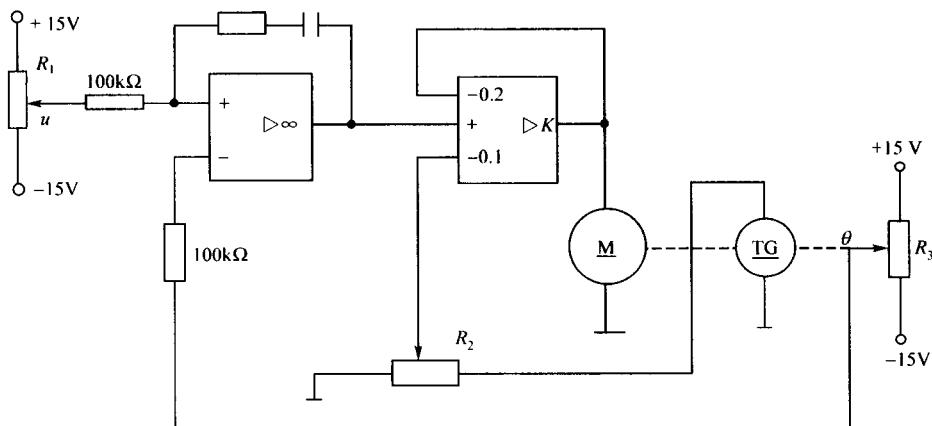

图 1-4 角度伺服系统
2. 图 1-4 表示一个角度伺服系统, M 是直流电动机, TG 是直流测速发电机。绘出该系统元件框图。